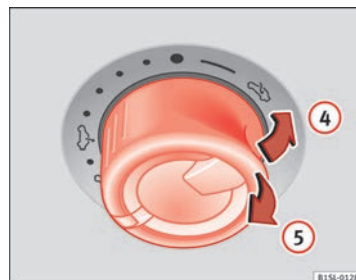

Abb. 27 Im Dachhimmel:
- Vor Ablauf von etwa 5 Sekunden ab der Aktivierung der Kraftbegrenzung am Knopf ⇒ Abb. 27 ⑤ ziehen, bis das Schiebe- und Ausstelldach ganz geschlossen ist.